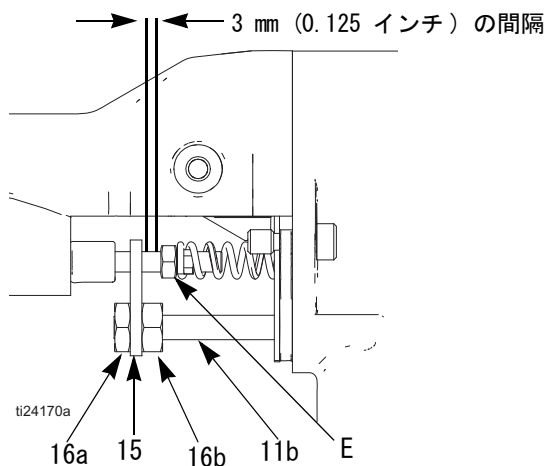

図 33. 作動装置のアームの調整
- 調整ナット（16a、16b）と作動装置のアーム（15）を取り外します。図 33 を参照してください。